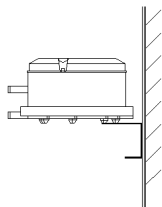

图 2
- 只有无凝结产生时才能水平安装。水平安装时, 建议参照图 2, 即封盖向上。此时, 开关值约超出刻度指示值 20Pa。